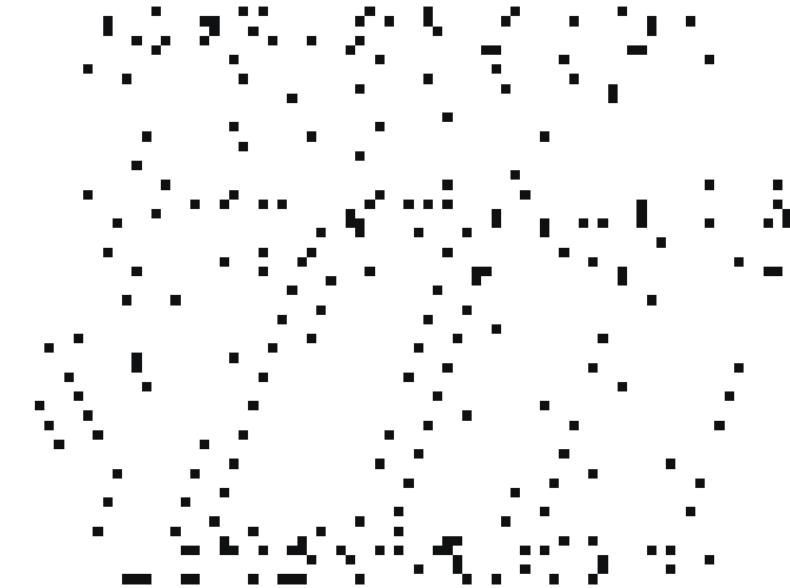

Рис. 3. Ограждение из цилиндрических
- ограждение из цилиндрических элементов, рис.3.
5.12.2. Сборка ограждения из цилиндрических элементов (рис.3):